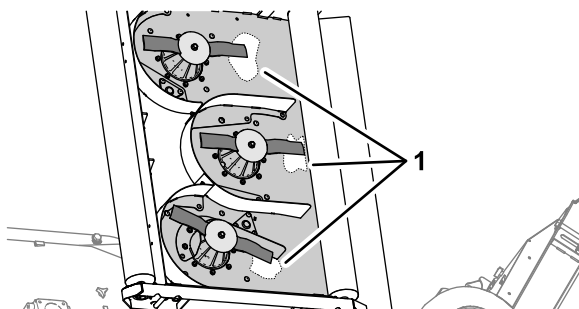

Рисунок 65
2. Очистите нижнюю часть деки газонокосилки в зоне, находящейся рядом с режущей кромкой в задней части ножа (Рисунок 65).